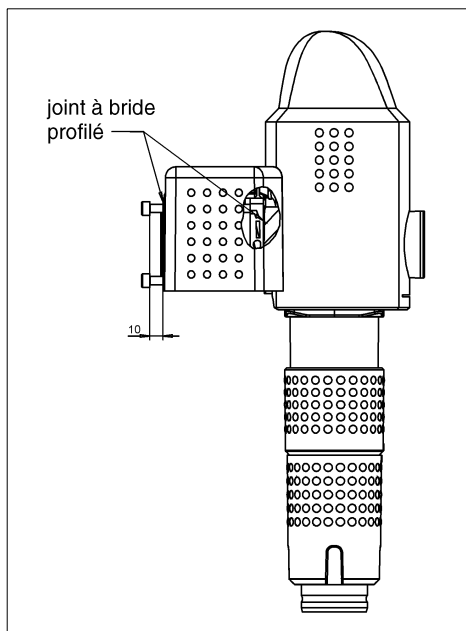

Fig. 2: Combinaison ECO-SAFE et JUKO-LF
- Visser les vis de l'armature de sécurité anti fuites (cf. fig. 2) jusqu'à concurrence d'un écart de 10 mm par rapport au plan de la bride, dans le filtre d'eau ou la station d'eau intérieure.
- Relier l'armature de sécurité anti fuites au filtre d'eau ou à la station d'eau intérieure, de sorte qu'une garniture d'étanchéité à bride profilée se trouve sur chacun des côtés de l'armature de sécurité anti fuites (cf. fig. 2).
- Visser les vis de l'armature de sécurité anti fuites, comme représenté sur la figure 2, jusqu'à concurrence d'un écart de 10 mm par rapport au plan de la bride, dans le filtre d'eau ou la station d'eau intérieure.